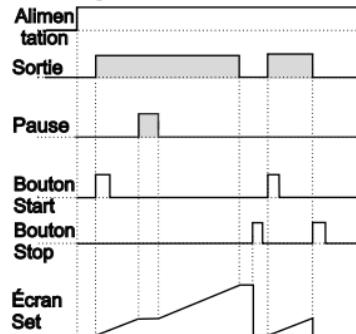

Figure 2.3
1.4.1 Si le comptage est ***dEct*** = 0 et que ***outF*** est ***b-n***, le schéma de commande sera celui illustré à la figure 2.3